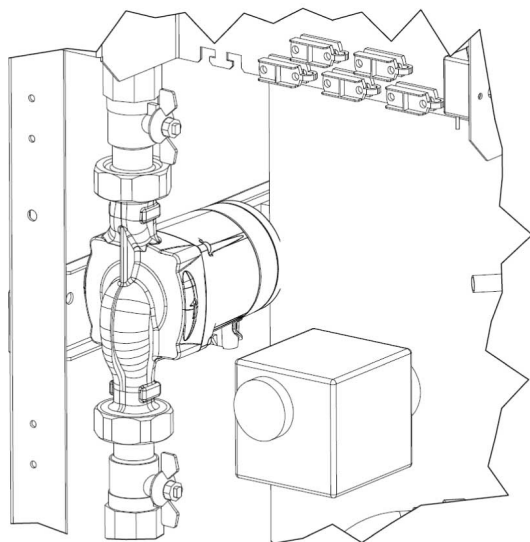

Fig. 1.4: Resistenza su tappo filettato già montata
- 4) Montare la resistenza su tappo filettato CEHK. Quando si inserisce il riscaldamento attraverso il manicotto, schiacciare leggermente con le mani i tubi di riscaldamento (vedere fig. 1.4 a pag. 4).